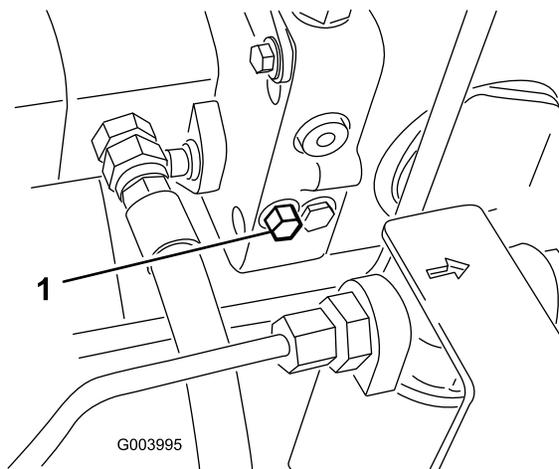

Рисунок 57
1. Перепускной клапан расположен с левой стороны гидростата (Рисунок 57). Чтобы открыть клапан и обеспечить внутренний перепуск жидкости, поверните болт на 1,5 оборота.